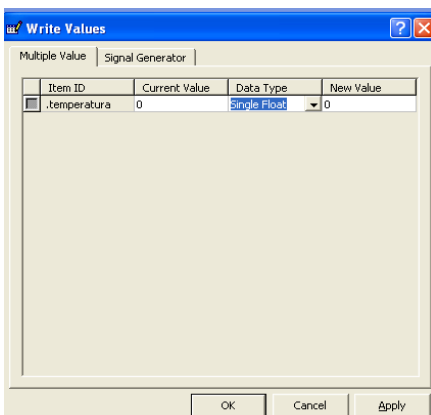

Рисунок 1.11 – Вікно запису значень до тегів
3) Якщо потрібно записати необхідне значення до змінної в ПЛК, по-перше, визначте мишею відповідний тег. Далі активуйте контекстне меню, а в ньому натисніть на команду *Write Values*. Відкриється вікно, зовнішній вигляд якого зображений на рис. 1.11.